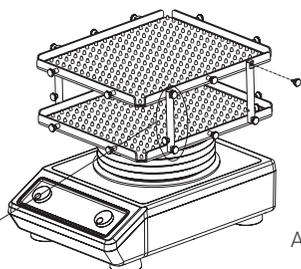

Abbildung 3
3. Befestigen Sie die Schrauben für das Gummiband an den beiden Plattformen wie in Abbildung 3.